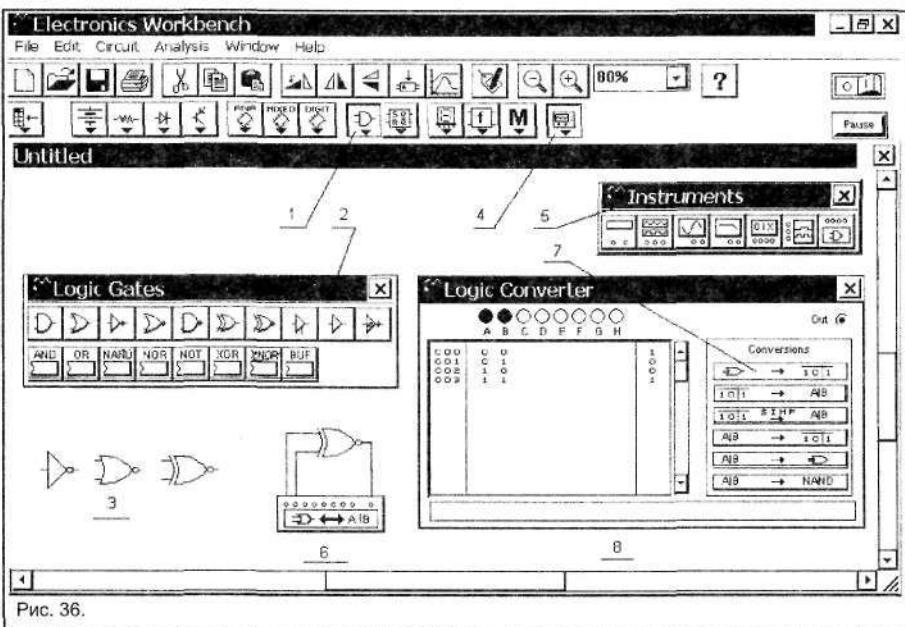

Рис. 36.
Рассмотрим построение таблиц истинности для логических элементов, при помощи системы EWB 5.12. Последовательность операций для получения таблиц истинности логических элементов будем проводить с помощью рис. 36.
1. В меню системы EWB 5.12 выбираем значок с именем **Logic Gates**, отмеченный на рис. 36 цифрой 1;
2. Из панели **Logic Gates** (отмечена цифрой 2), на рабочем поле размещаются графические символы логических элементов NOT (HE), NOR (ИЛИ-НЕ), XNOR (исключающее ИЛИ-НЕ) (на рис. 36 отмечено цифрой 3);
5. Собирается схема, показанная на рис. 36 (над цифрой 6). На этой схеме таблица истинности снимается для элемента XNOR. Входы логического элемента подключаются к крайним слева клеммам прибора, выход логического элемента подключается к крайней справа клемме;
8. Для получения таблиц истинности других элементов в собранной схеме (см. схему на рис. 36, над цифрой 6) заменяются графические символы элементов из имеющихся в библиотеке **Logic Gates**.